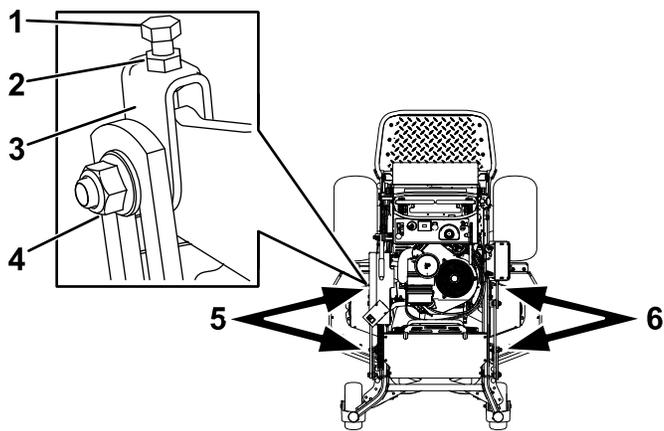

Figura 94
1. Desaperte a porca lateral e a porca de bloqueio nas forquilhas que quer ajustar (Figura 94).
- Rode o parafuso superior para ajustar a altura da plataforma do cortador (Figura 94).